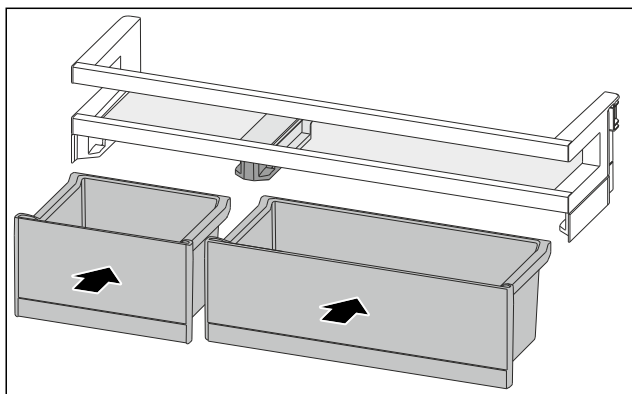

Fig. 108
- ▶ VarioBoxy vložte v opačném pořadí. (viz Fig. 108)